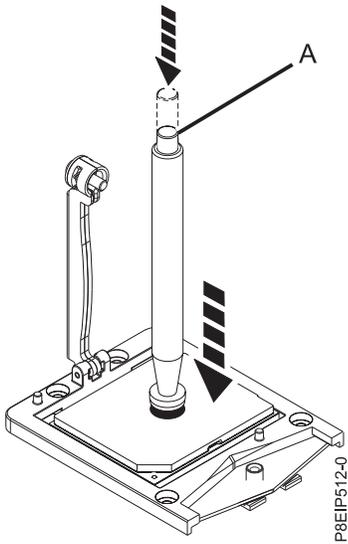

Figura 50. Travando a pinça a vácuo para o módulo de processador do sistema
8. Abaixar a ferramenta de pinça a vácuo no módulo de processador do sistema. Pressione totalmente a parte superior da pinça (A) e segure-a no centro do módulo de processador do sistema, conforme mostrado na Figura 50. Libere a parte superior da caneta para fixá-la no módulo do processador do sistema.